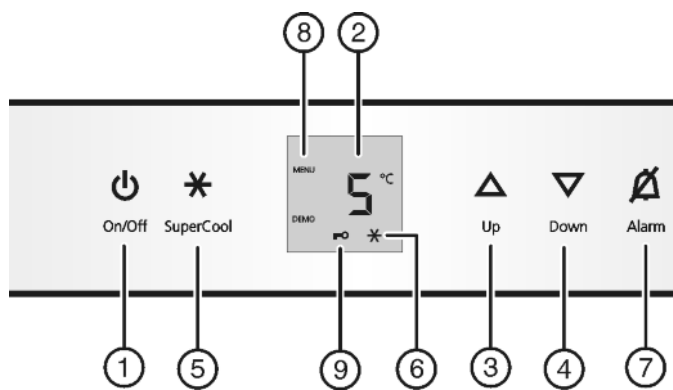

Fig. 2
- ▶ нажмите кнопку On/Off Fig. 2 (1).
- ▶ Активация режима настройки: удерживайте кнопку SuperCool Fig. 2 (5) прибл. 5 секунд.
- ▶ Коротко нажмите кнопку SuperCool Fig. 2 (5) для подтверждения.
- ▶ Для включения защиты от детей коротко нажмите клавишу SuperCool Fig. 2 (5).
- ▷ Символ "Защита от детей" Fig. 2 (9) горит. На индикации мигает **c**.
- ▶ Для выключения защиты от детей коротко нажмите клавишу SuperCool Fig. 2 (5).
- ▷ Символ защиты от детей Fig. 2 (9) гаснет. На индикации мигает **c**.
- ▶ Выход из режима настройки: нажмите кнопку On/Off Fig. 2 (1).
- ▶ Нажмите кнопку Alarm Fig. 2 (7).
- ▶ Установка более высокой температуры: нажмите кнопку настройки Up Fig. 2 (3).
- ▶ Установка более низкой температуры: нажмите кнопку настройки Down Fig. 2 (4).
- ▶ Коротко нажмите кнопку SuperCool Fig. 2 (5).
- ▷ На индикации горит символ SuperCool Fig. 2 (6).
- ▷ Символ SuperCool Fig. 2 (6) на индикации гаснет.